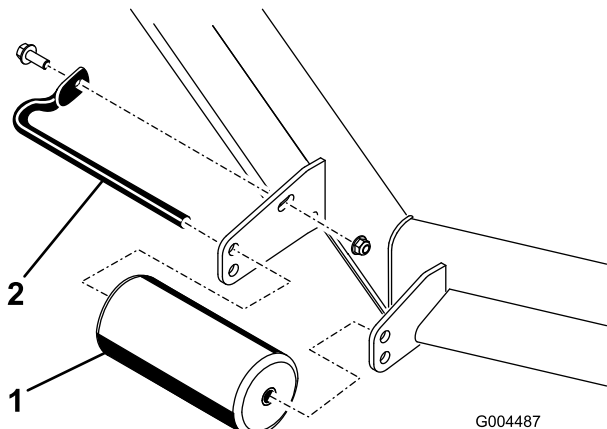

Figura 25
4. Togliete i fermi di fissaggio da ciascun rullo sul piatto di taglio, ed alzate o abbassate i rulli come opportuno; vedere da Figura 25 a Figura 29 come opportuno per il vostro tosaerba.